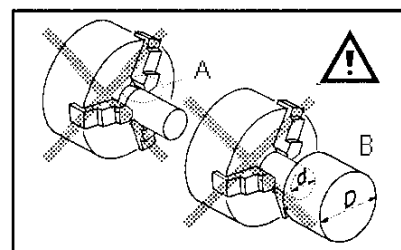

Fig 5
Evitez un serrage court (A, Fig 5) ou le serrage sur un petit diamètre (B).